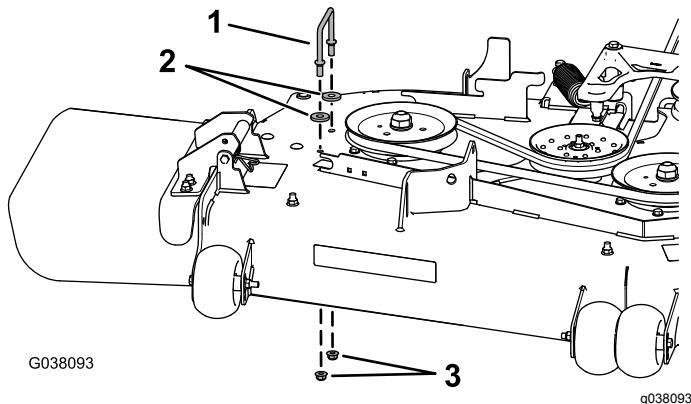

Figura 5
3. Rimuovete la staffa del copringhia destro, **2 rondelle (solo per piatto di taglio da 152 cm)** e 2 dadi flangiati dal piatto di taglio (Figura 5).